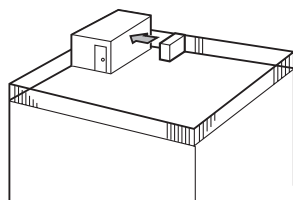

Fig. 2-3
- ① Ustawić wylot powietrza w kierunku najbliższej ściany, zachowując odległość ok. 50 cm. (Fig. 2-3).